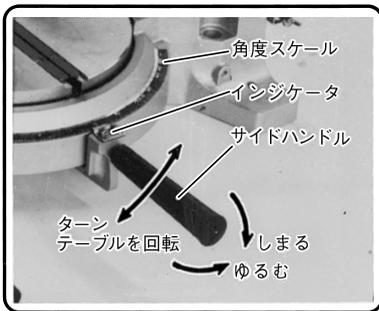

図 17
- (1) ターンテーブルを回転させると左右57°までの角度切断ができます。サイドハンドルをゆるめ、ターンテーブルをまわし、インジケータ(角度スケール用)を角度スケールの**度数目盛**に合わせます。(図17)